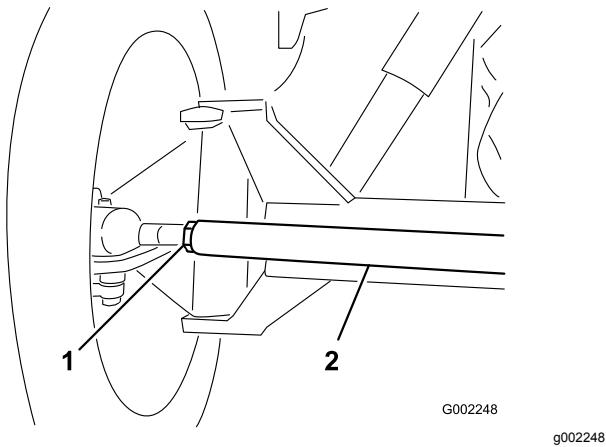

Figura 81
3. Si la distancia no está en el intervalo especificado, afloje las contratuercas en ambos extremos de la biela (Figura 81).